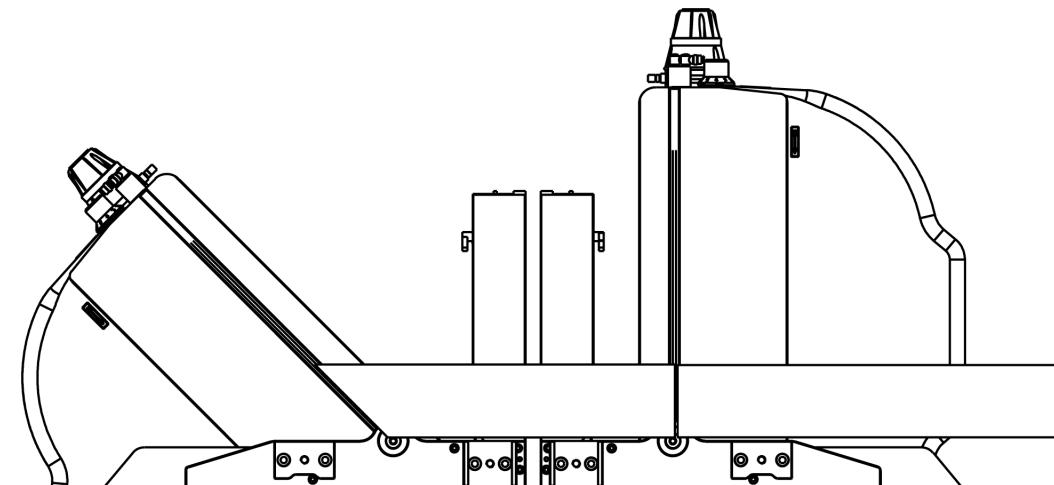

Fig. 08-02
1.^a ETAPA: Corte a 45° somente com a cabeça fixa (ver Fig. 08-02)